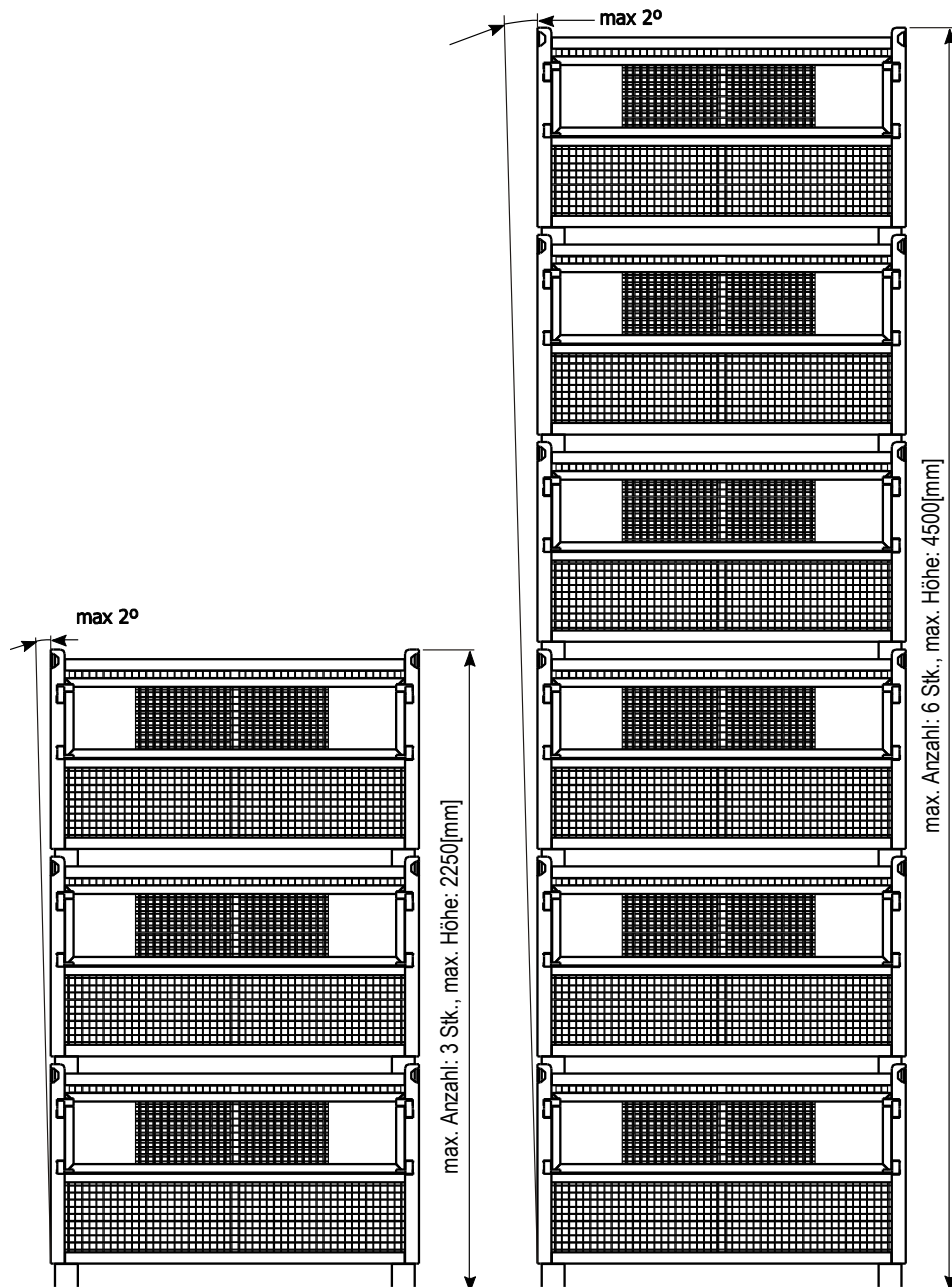

Abb. 78 Lagerung der Transportbehälter
Die Transportbehälter dürfen aufeinander gestapelt werden. Auf einer Lagerfläche dürfen bis sechs Transportbehälter aufeinander gestapelt werden (Abb. 78). Dabei dürfen folgende Werte nicht überschritten werden: Stapelgewicht insgesamt 6400[kg] und Stapelhöhe 4,5[m], auch im nicht beladenen Zustand. Auf einer Baustelle darf die Stapelhöhe drei Transportbehälter nicht überschreiten. Das Stapelgewicht darf insgesamt max. 3600[kg] und die Stapelhöhe - 2,25[m] betragen.
4. Auf einer Baustelle dürfen max. 3 Behälter aufeinander gestapelt werden! (Abb. 78)
5. Es dürfen max. 6 Behälter auf einer flachen, Betonfläche aufeinander gestapelt werden (Abb. 78).